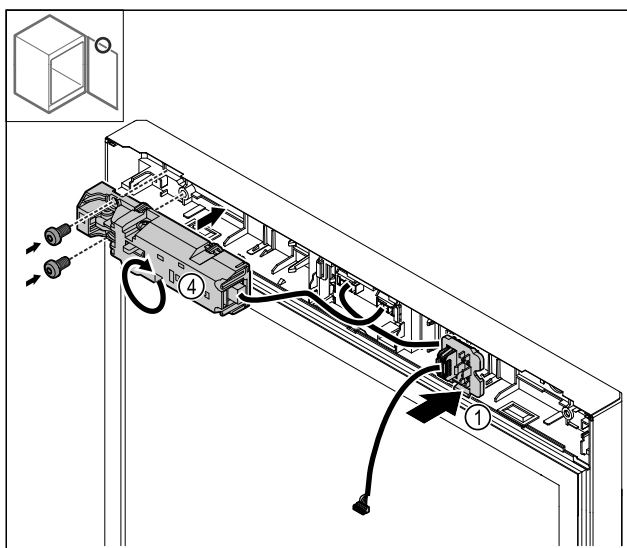

Fig. 29
- Zaklapněte držák zástrčky Fig. 29 (1) na protilehlé straně.
- Otočte elektrický zámek Fig. 29 (4) o 180° a upevněte jej na protější straně.